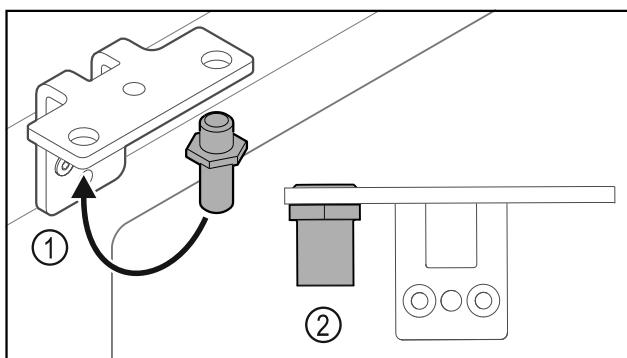

Fig. 38
- Sworznie Fig. 38 (1) przełożyć do zawiasu.
- Sworznie Fig. 38 (2) dokręcić z **momentem obrotowym 12 Nm**.